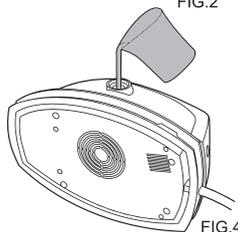

FIG.4
6. Coloque nuevamente agua en el hervidor (asegúrese de que utiliza agua del grifo), y agite de nuevo (Fig 4, 5 y 6)